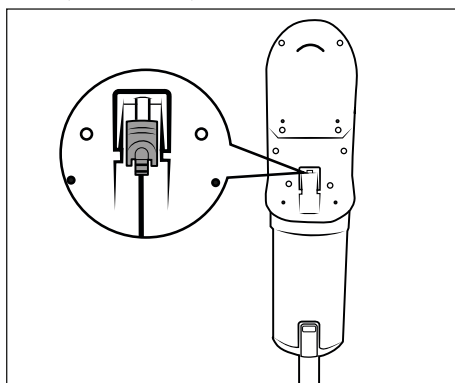

Abb. 8
- Der Staubsauger kann auch direkt über den Netzadapter **10** geladen werden. Entnehmen Sie dafür den Hohlstecker **11** durch eine leichte Drehung aus der Wandhalterung **18** und stecken Sie ihn in die Ladebuchse **3** am Gerät (siehe Abb. 8).